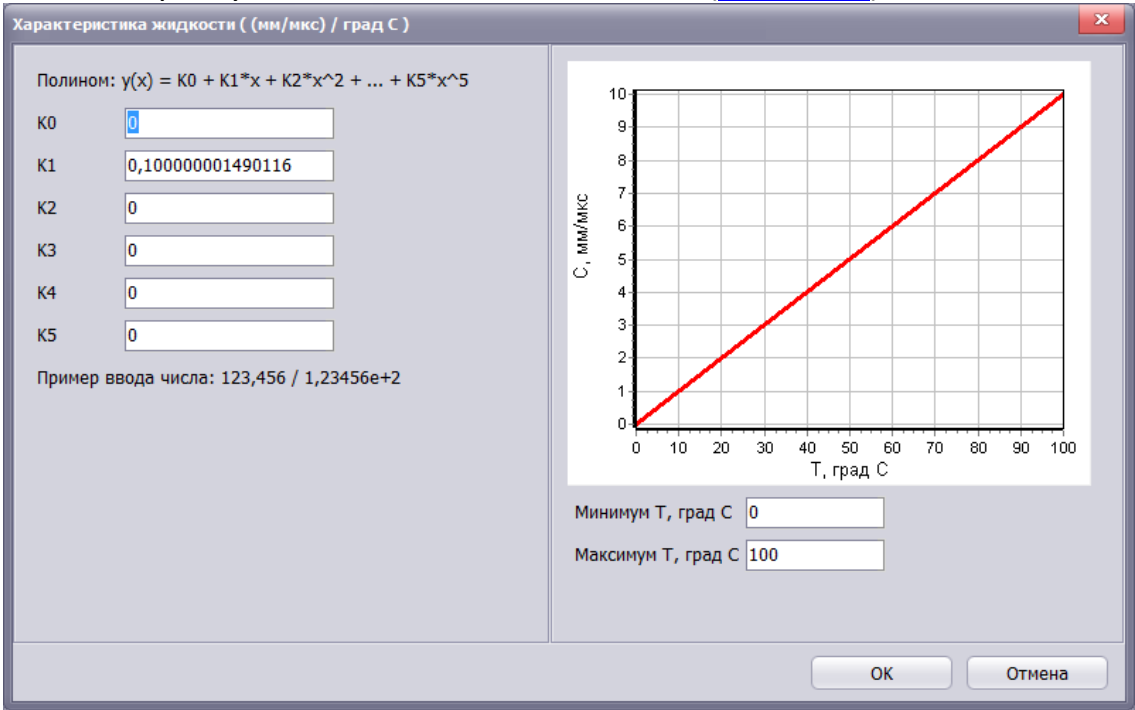

Рис. A2.4. – задание коэффициентов полинома зависимости скорости ультразвука от температуры
5.1.2. Полином – коэффициенты, характеризующие скорость ультразвука, задаются пользователем (Рис. A2.4.)